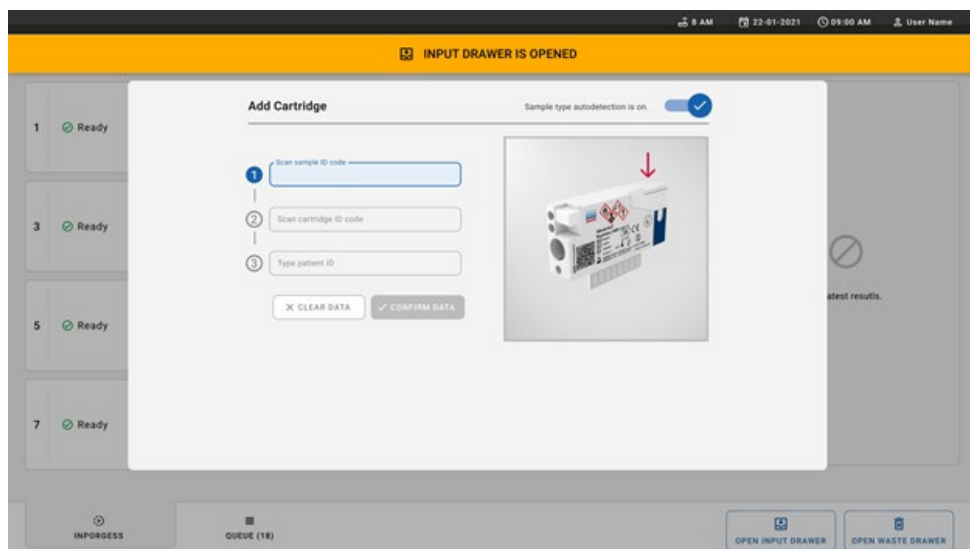

Figure 23. Écran Scan sample ID (Lecture de l'identifiant d'un échantillon).
- La boîte de dialogue **Add Cartridge** (Ajouter une cartouche) apparaît et le scanner situé devant l'instrument est activé. Balayez le code-barres d'ID de l'échantillon sur le dessus de la cartouche QIAstat-Dx Respiratory SARS-CoV-2 Panel Cartridge devant l'instrument (position indiquée par la flèche (figure 23)).